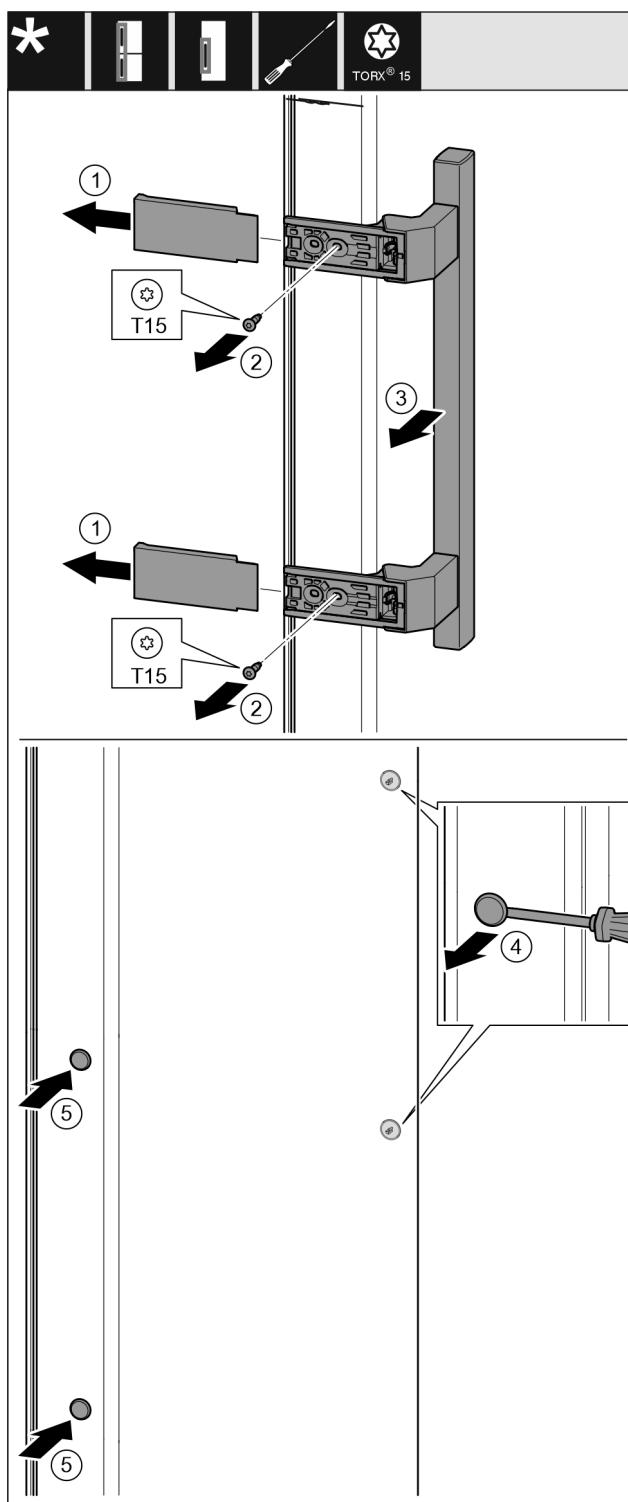

Fig. 11
- Зніміть кришку. Fig. 11 (1)
- Викрутіть гвинти за допомогою викрутки T15. Fig. 11 (2)
- Зніміть ручку. Fig. 11 (3)
- За допомогою шліцевої викрутки обережно підійміть бокову пробку та витягніть її. Fig. 11 (4)
- Знову вставте пробку з іншого боку. Fig. 11 (5)